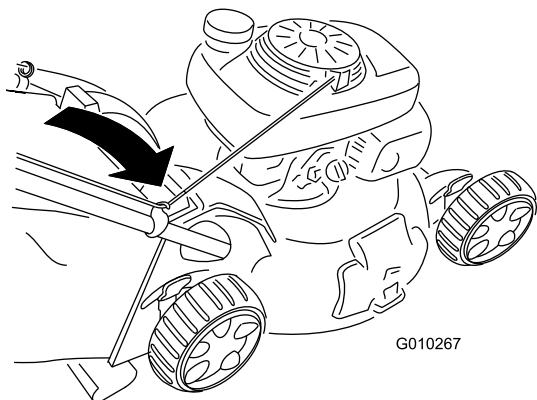

Figura 25
2. Pase la cuerda de arranque alrededor de la guía de cuerda inferior (Figura 25).